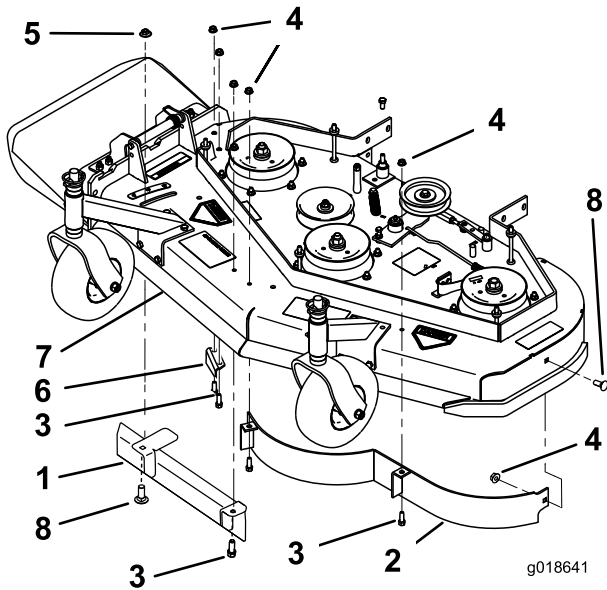
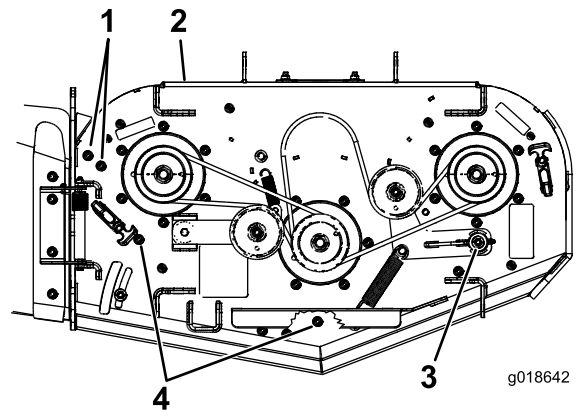

図 3
図 4
1. 左前バップルを固定しているナットとボルトを外す (図 3 と 図 4)。
2. 排出バップルを固定しているナットとボルトを外す (図 3 と 図 4)。バップルを取り外した後、取り付け穴に再びボルトとナットを取り付けて穴を塞ぐ。
3. 可変フローバップルを固定している大きいフランジナットとボルト、またはカムロックとワッシャを外す (ねじ式になっているので注意 (図 3))。
4. 可変フローバップルを固定しているナットとボルトを外す (図 3)。